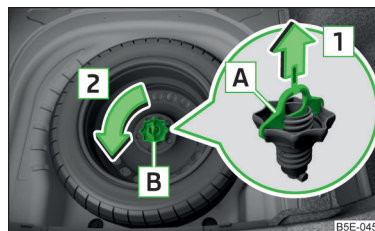

Fig. 198
Roata se află într-un locaș aflat sub podeaua portbagajului și este fixată cu o piuliță specială [B] » fig. 198.
- Extrageți siguranța [A], în sensul săgeții [1] » fig. 198.
- Înșurubați piulița [B], în sens opus săgeții [2] » fig. 198.